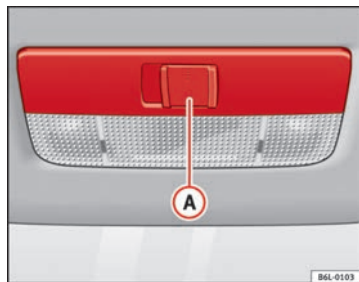

Abb. 61 Ausschnitt aus Dachhimmel: Innenleuchte vorne
Mit dem Schalter (A) ⇒ Abb. 61 können Sie folgende Positionen einstellen:
Schieben Sie den Schalter auf die Position O ⇒ Abb. 61.